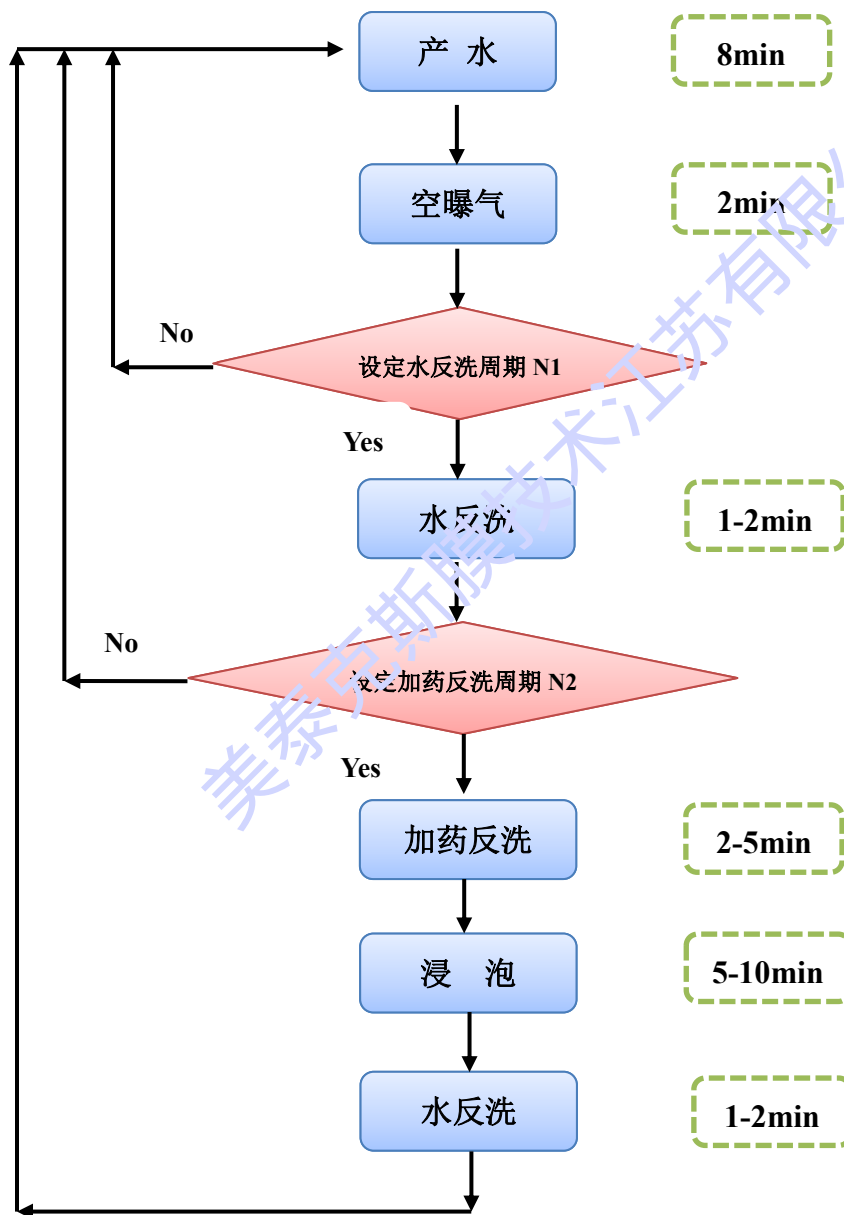

图 4-4 MBR 系统运行步骤
整个系统运行包括常规运行过程、反洗过程、化学增强反洗过程，离线清洗过程，除离线清洗为手动控制外，其余全部为自动控制。其中常规运行 N1 个周期后进行一次反洗过程（N1 值可调），当经过 N2 次反洗过程后进行一次化学增强反洗（N2 值可调）。运行过程详见步续表。电控系统的设计要求应包括但不限于此。MBR 系统的工作模式见图 4-4。
(1) MBR 系统的工作模式见图 4-4，常用的工作模式的设定一般为：